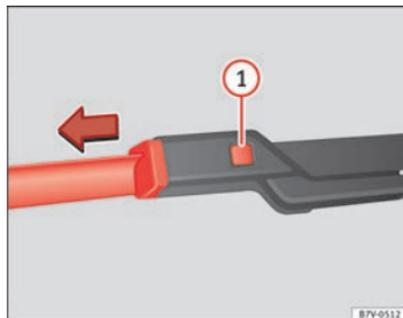

Fig. 118 Cambio de las escobillas del parabrisas.
- Mantenga presionada la tecla de desbloqueo ⇒ fig. 118 ① y tire a su vez ligeramente de la escobilla en el sentido que indica la flecha.